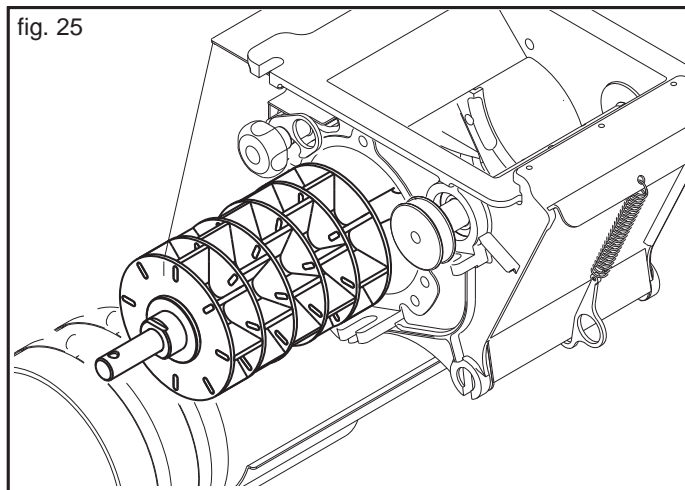

fig. 25
- 2) Extraer el rodillo de siembra (Fig. 25) como descrito e indicado anteriormente (ves capítulo 3.4.1)...